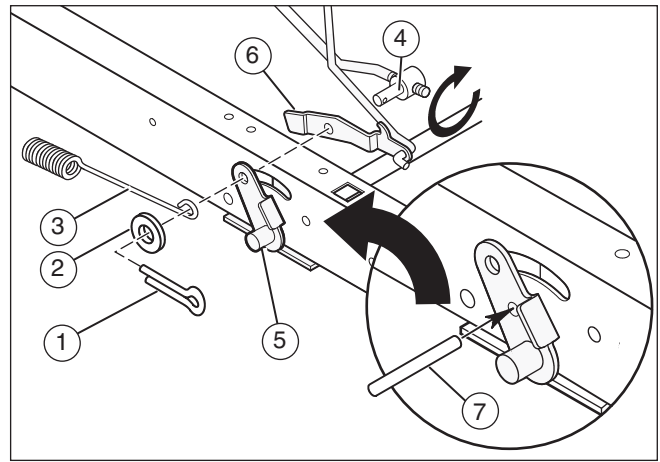

Figura 11
2. Togliere la coppiglia (1), la rondella (2) e la molla del freno (3) dal dado regolabile (4) (Figura 11).
3. Scollegare il dado regolabile dal gruppo di leva del freno (5) e il fermo del freno a mano (6).
4. Allineare il foro nella leva del freno (5) con il foro nel telaio. Tenere ferma la leva del freno con un perno o un bullone (7) da 6 mm.
6. Montare il dado regolabile sul fermo del freno a mano, la leva del freno e la molla del freno. Fissare con la rondella (2) e la coppiglia (1).